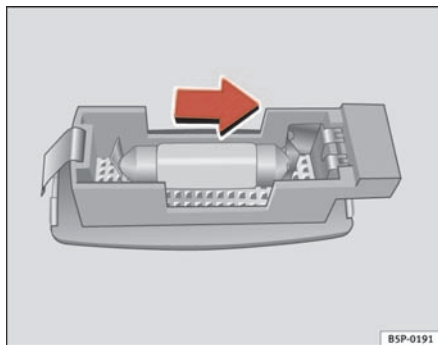

Abb. 199 Ausbau der Leuchte in der Sonnenblende
- Das Lampenglas mit einem Schraubenzieher vorsichtig an der Vertiefung heraushebeln, wie dies der Pfeil zeigt ⇒ Abb. 199.
⇒ Abb. 199. ■